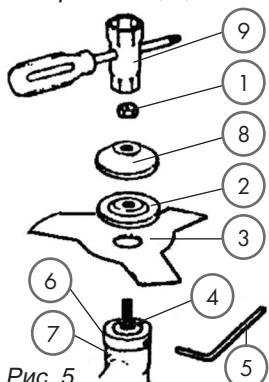
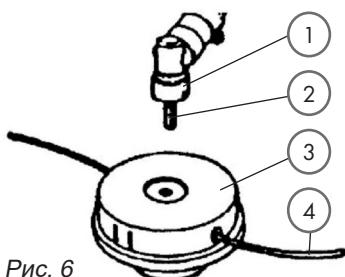

Рис. 5
Рис. 6
- Закрутите гайку (1) с помощью ключа (9). Резьбовое соединение имеет левую резьбу, поэтому закручивание произведите в направлении против часовой стрелки.
- Установите на выходной вал редуктора (4) внутренний (6), а затем прижимной фланец (2) (см. рис. 5).
- Зафиксируйте вал от проворота с помощью ключа (5) (см. рис. 5), закрутите кассету с леской (3) против часовой стрелки до упора (см. рис. 6).